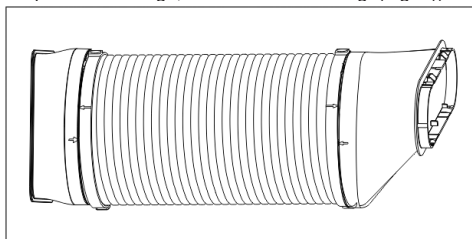

Fig. 3
4. Après assemblage, comme ci-dessous fig. (Fig. 3))